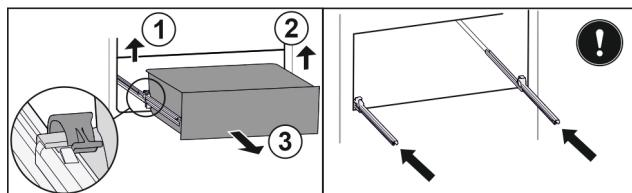

Fig. 109
► Ridicați clema din stânga și trageți concomitent sertarul din stânga spre înainte. Fig. 109 (1)
► Ridicați clema din dreapta și trageți concomitent sertarul din dreapta spre înainte. Fig. 109 (2)
► Extrageți sertarul spre înainte. Fig. 109 (3)